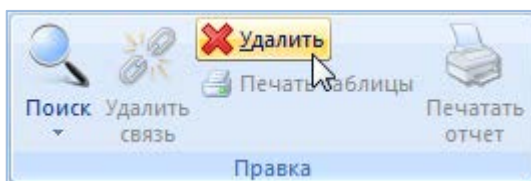

Рис. 9-59 – Панель «Правка»
3) Нажать кнопку «Удалить» панели «Правка» (рис. 9-59).